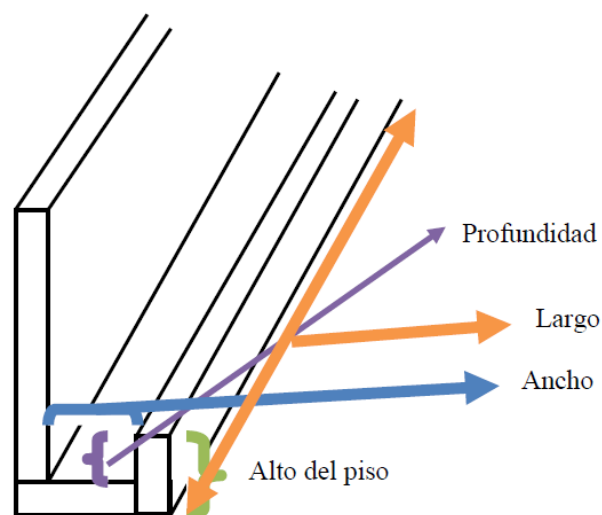

Figura 1. Dimensiones en el diseño de bebederos y comederos
12. Realizar mediciones de equipos principalmente bebederos y comederos, como se especifica en la figura 1, registrando: